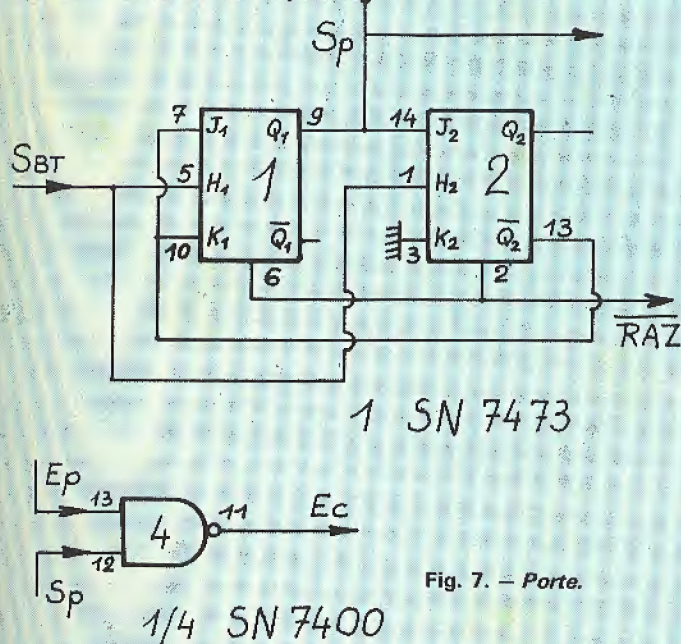

Fig. 7. - Porte.
- Porte (Fig. 7) : Fonctionnement par 1/4 de SN7400.